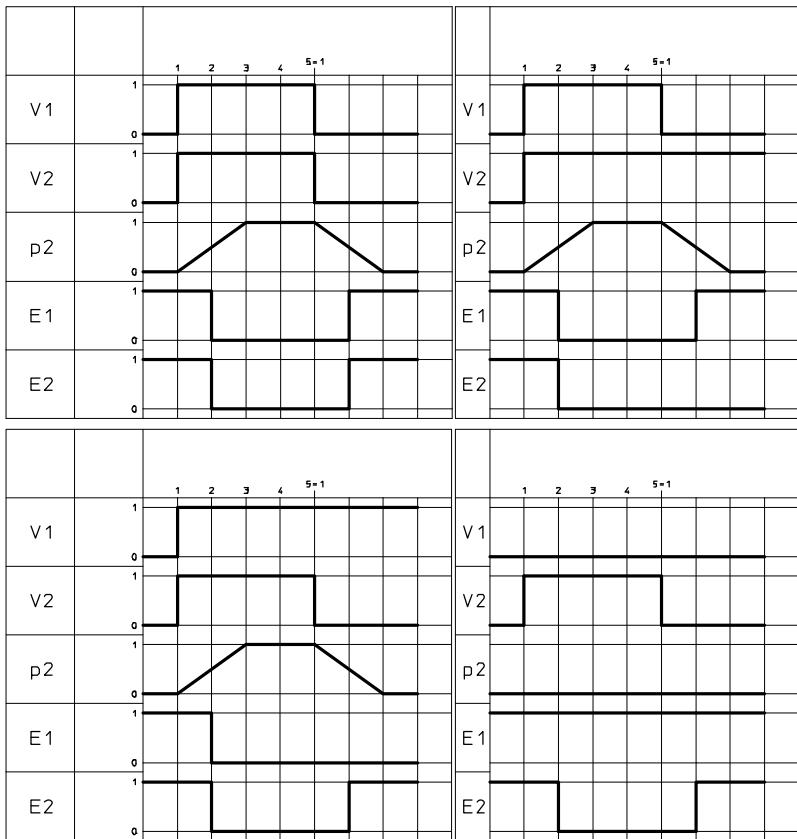
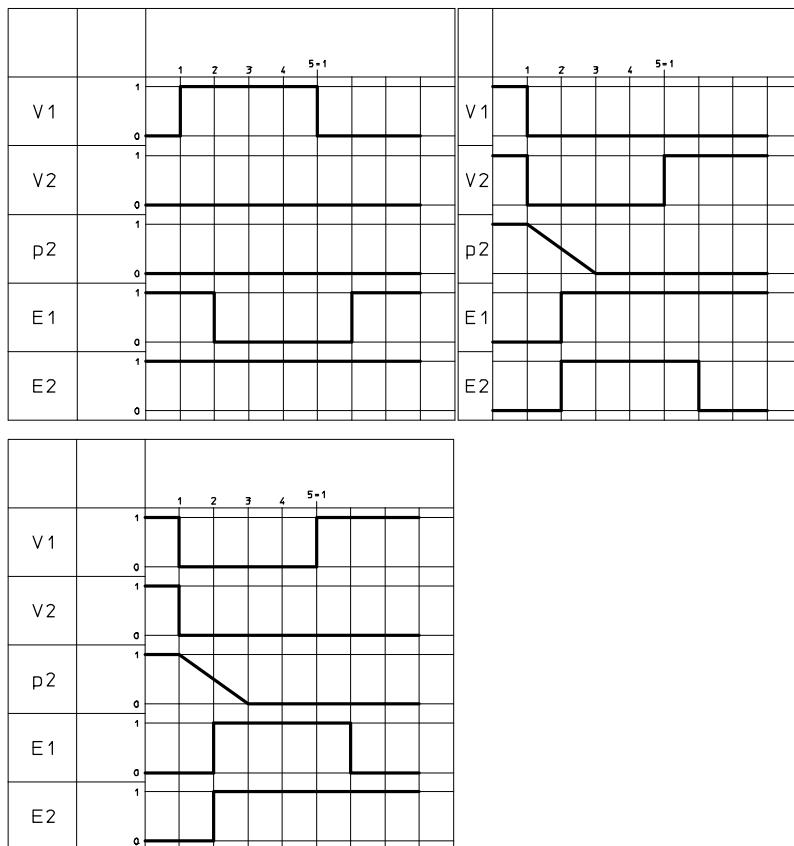

Fig. 8     Funktionstest, steg 1 till 4
Fig. 9 Funktionstest, steg 5 till 7
3. Kontrollera alla kopplingslägeskombinationer för styrblockets två 5/2-vägs magnetventiler V1 och V2: Utvärdera signalerna från lägesgivare E1 och E2 (här: PNP-lägesgivare) med hjälp av följande arbetssekvens (➔ Fig. 8 till Fig. 9).